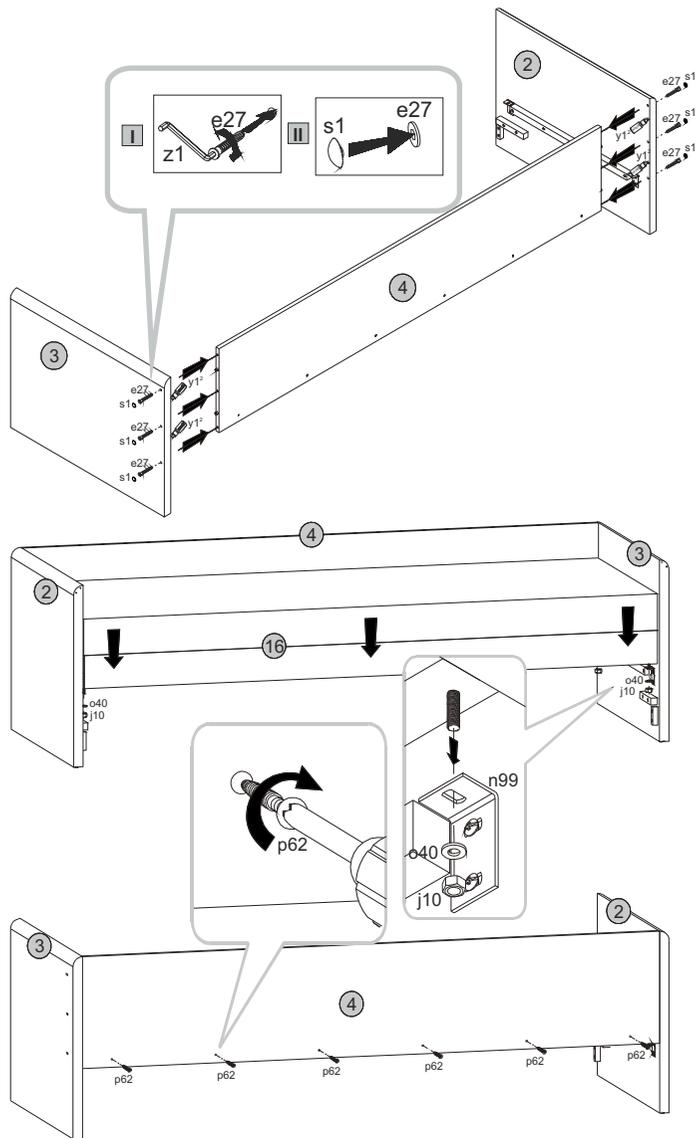

Рис. 4
5.12 Между стенками боковыми **2** и **3** на бруски опорные **11** установить мягкий элемент сиденья. Закрепить мягкий элемент сиденья к стенке задней шурупами **p62**, пользуясь крестообразной отверткой, и к уголкам **n99** гайками **j10** с шайбами **o40**, пользуясь гаечным ключом размером на **10** (**см.рис.4**).